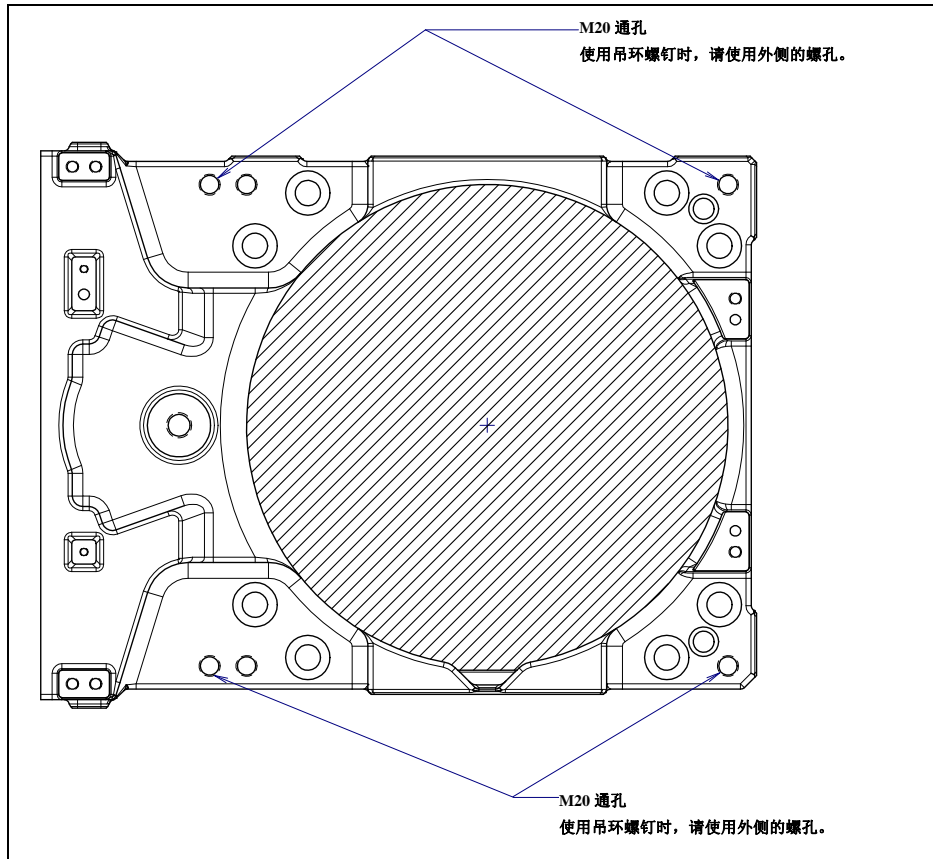

图 1.1 (a) 吊环螺钉、搬运构件安装位置
- (1) 采用吊车搬运 (图 1.1 (b))
- (2) 采用叉车搬运 (图 1.1 (c))